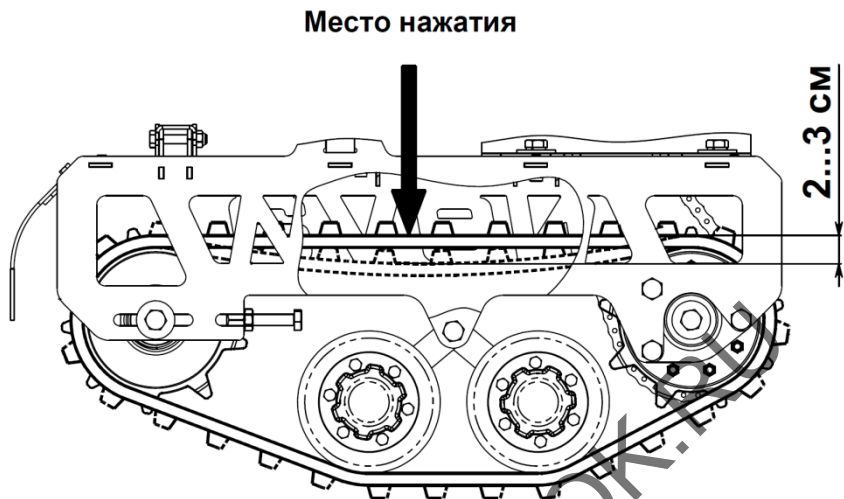

Рис.6 Проверка натяжения гусеницы
Нормально натянутая гусеница не должна провисать, но при этом она должна прогибаться на 2 – 3 см при небольшом нажатии рукой в середине гусеницы сверху (Рис.6).
- Проверьте натяжение гусеницы (Рис.6).